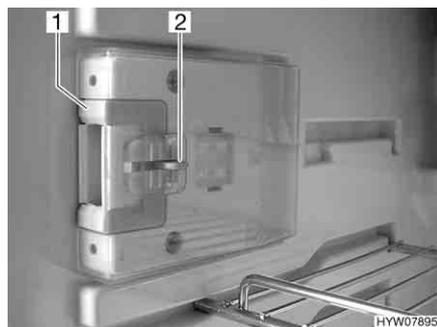
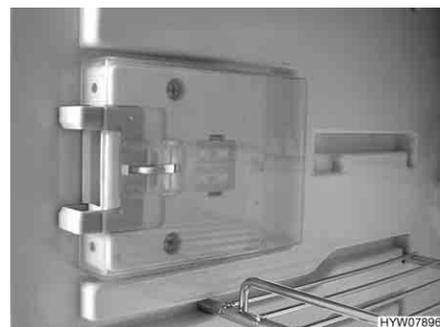

Fig. 195 Dispositivo di chiusura in posizione normale
Fig. 196 Dispositivo di chiusura in posizione di ricircolo d'aria
- Premere il dispositivo di sblocco (Fig. 195,2).
- Spingere il dispositivo di chiusura (Fig. 195,1) in avanti (Fig. 196).